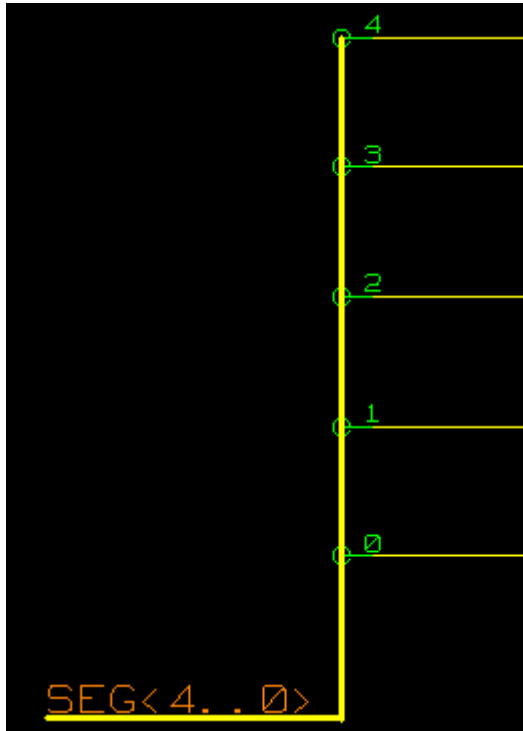

图 3.15
2. 再用 wire->Bus Tap 从总线中分出 5 条信号线，用 Wire->Bus Tap Value 分别给 5 条信号线加上位号 (BN)，也可用 Text->change 分别将 “?” 改成位号。如图 3.15 所示：